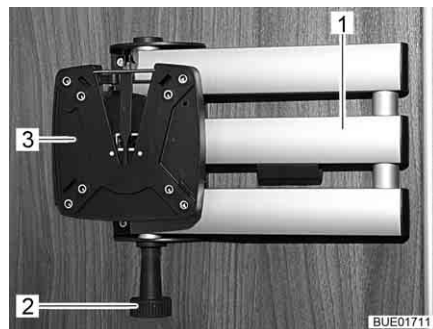

Fig. 71 Support à bras articulé
- Tirer sur le bouton de déverrouillage (Fig. 71,2). Le bras articulé (Fig. 71,1) est déverrouillé.
- Faire retourner l'écran plat dans sa position initiale jusqu'à ce que le support (Fig. 71,3) s'enclenche de manière audible dans le dispositif de verrouillage.